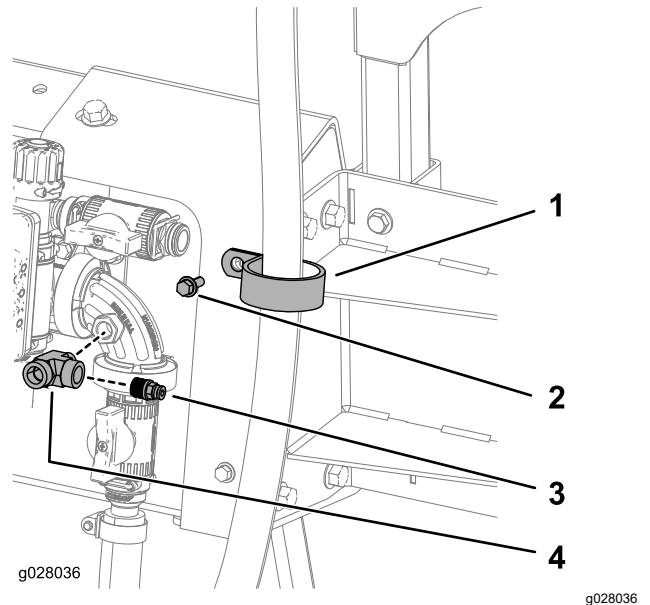

Bild 37
- Befestigen Sie den Schlauch (180 cm) mit einer R-Klemme, einer Schraube ($\frac{1}{4}$ "-20 x $\frac{3}{4}$ ") und einer Mutter ($\frac{1}{4}$ "-20) an der oberen Halterung, wie in Bild 37 abgebildet.
- Tragen Sie PTFE-Dichtungsmittel auf das Gewinde am T-Anschlussstück auf und schließen Sie es am Regelventil an (Bild 37).
- Tragen Sie PTFE-Dichtungsmittel auf das Gewinde an der Kupplung auf und befestigen Sie sie am T-Anschlussstück (Bild 37).